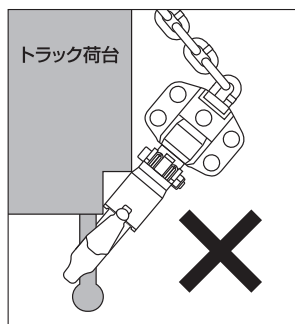

図13
③7 トラックのロープフック部等にフックを掛け荷締めしたとき、フックの首部に負担（首折れになります）がかかる掛け方はしないでください。（フックに横曲げの力が加わる方法で使用しないこと）図13